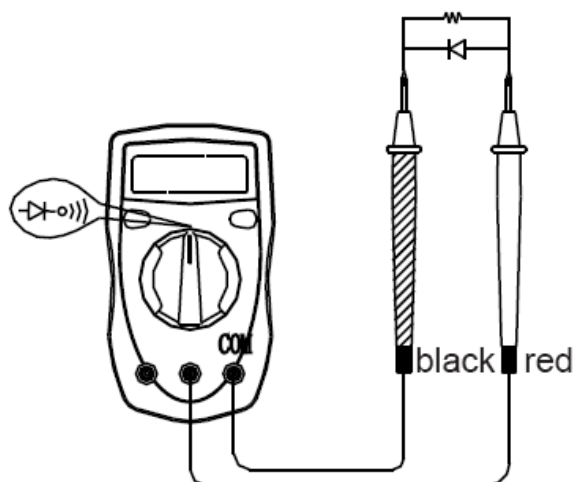

Fig. 6
2. Setati comutatorul de rotire la pozitia din fig.6.